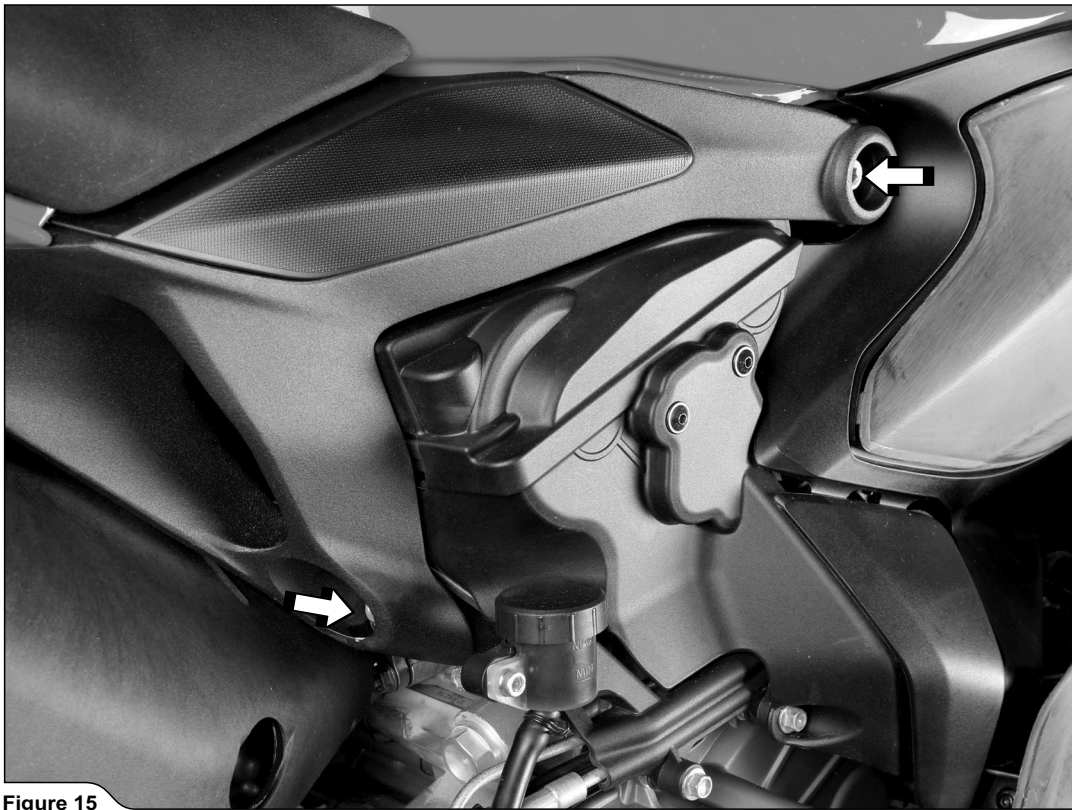

Figure 15
5. Déposer la selle du pilote et desserrer les boulons du sous-cadre indiqués sur les deux côtés du motorcycle (Figure 15).
5. Die Fahrersitzbank abnehmen, dann die angegebenen Bolzen des Heckrahmens an beiden Seiten des Motorrads lösen (Figure 15).